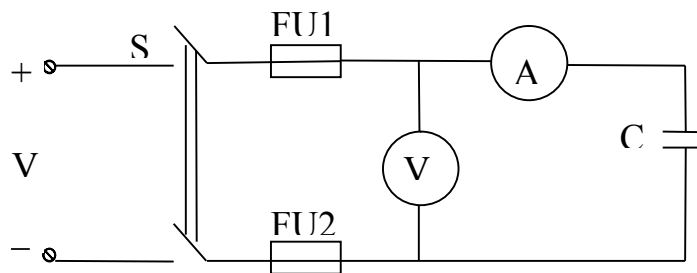

Рисунок 1 Схема неразветвленной цепи переменного тока с конденсатором
2. Собрать электрическую цепь согласно предложенной схеме (рис. 1)